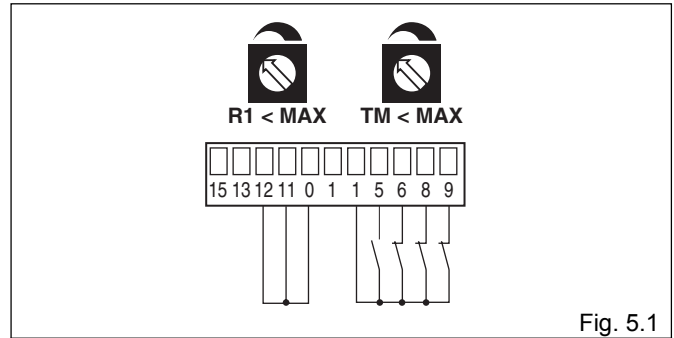

Fig. 5.1
- (Fig. 5.1) **De panelen stoppen op de mechanische aanslagen en op de obstakels.**